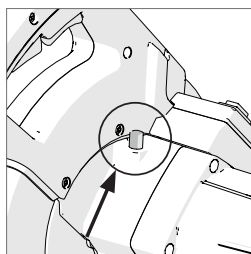

Fig. 39
- Premere il pulsante nero di blocco del mandrino per bloccare il mandrino (**fig. 39**).